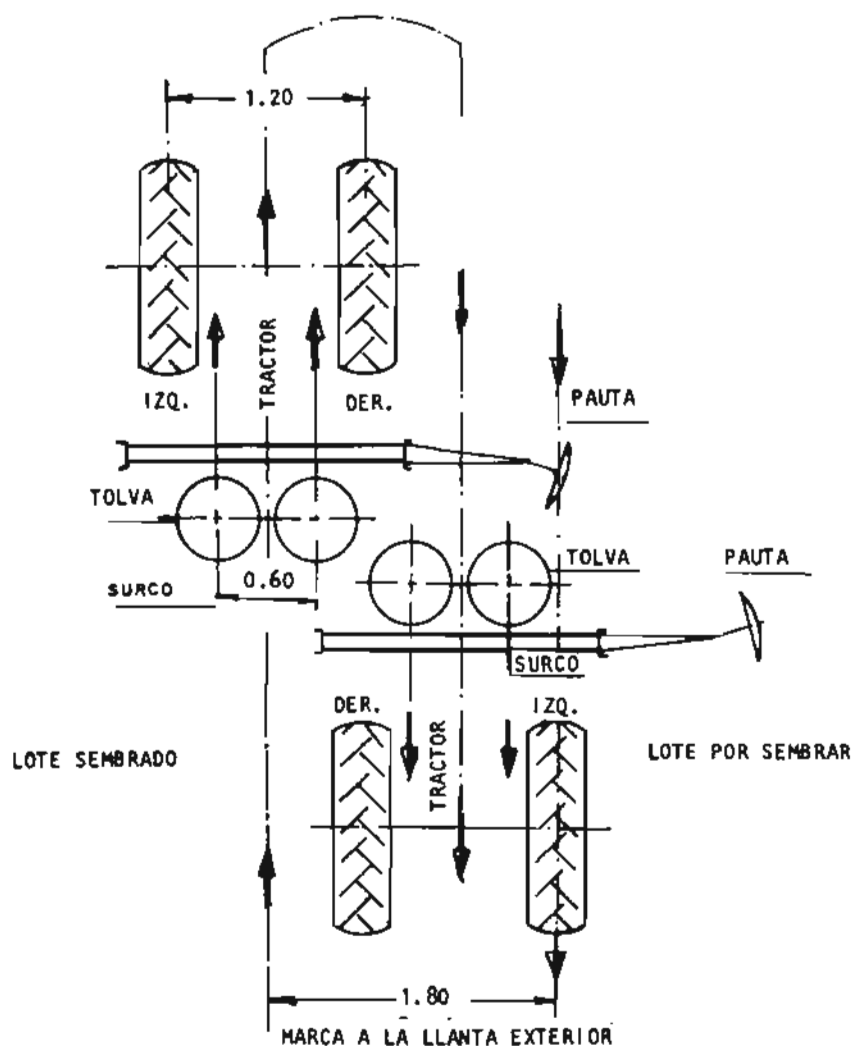

Fig. 5
- Cuando se emplea una rueda como referencia: igual a tres veces la distancia entre surcos (fig. 5).